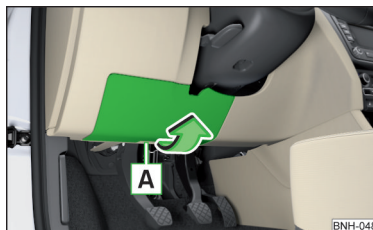

Fig. 175
- Prindeți capacul panoului de siguranțe în zona **A** și scoateți-l în sensul săgeții » fig. 175.